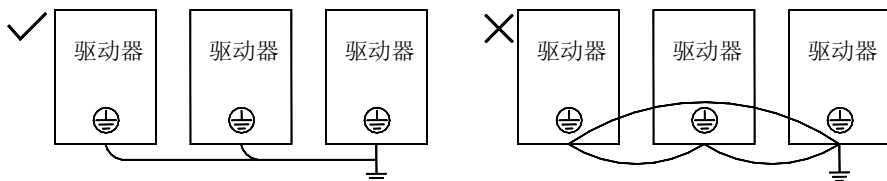

图 3-2 接地线连接方法
- 同时使用两台以上驱动器的场合, 请勿将接地线形成回路。正确接地方法与错误接地方法如图 3-2 所示。